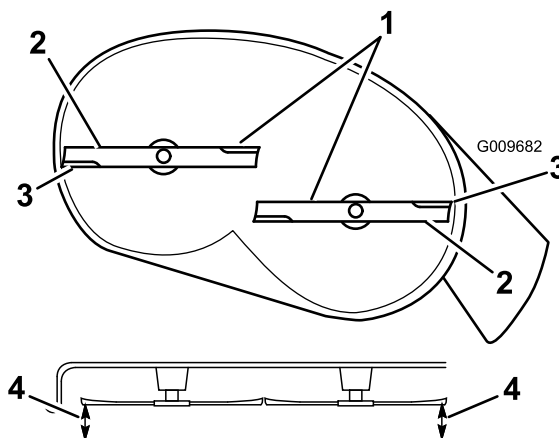

Figura 52
4. Rode cuidadosamente as lâminas para que todas estejam alinhadas (Figura 52).
5. Meça entre as extremidades de corte exteriores e a superfície plana (Figura 52). Se ambas as medições não se encontrarem dentro do intervalo de 5 mm, é necessário um ajuste, continue com este procedimento.